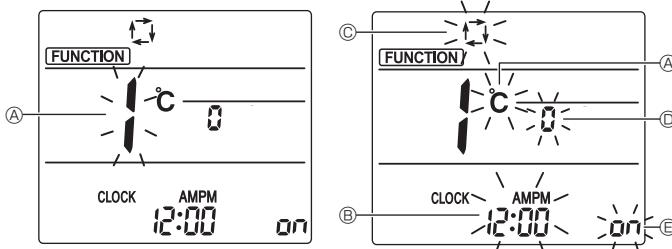

Fig. 5-12
Ekran görüntü ayarı ekranı görüntülenecektir. (Fig. 5-12)
5.10.2. Sıcaklık biriminin değiştirilmesi (Fig. 5-12 Ⓐ)
- TEMP** düğmesine ⑤ basın.
5.10.3. Zamanlayıcı ekranının değiştirilmesi (Fig. 5-12 Ⓑ)
- TIME** düğmesine ⑥ basın.
5.10.4. AUTO (OTOMATİK) modunun değiştirilmesi (Fig. 5-12 Ⓒ)
- düğmesine ⑦ basın.
5.10.5. Çift No'sunun değiştirilmesi (Fig. 5-12 Ⓓ)
- ↑** **↓** düğmesine ④ basın.